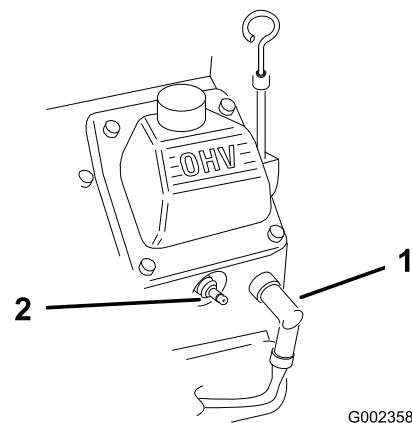

Bild 28
- Klemmen Sie das Zündkabel von der Zündkerzen ab (Bild 28).